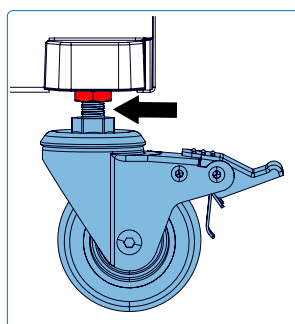
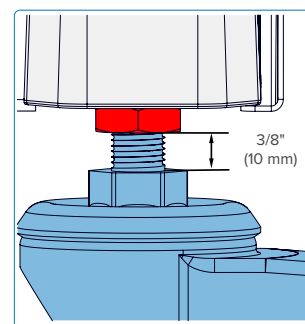

Fig 19
Fig 20
5. Wanneer de gewenste hoogte is bereikt, draait u de borgmoer vast tegen de apparaatbasis om het zwenkwiel in de nieuwe positie te vergrendelen. Overschrijd 3/8" (10 mm) niet bij het afstellen (**Fig 19 & Fig 20**). Herhaal deze procedure voor de overige zwenkwieken totdat de grill waterpas staat en op elke hoek volledig wordt ondersteund.